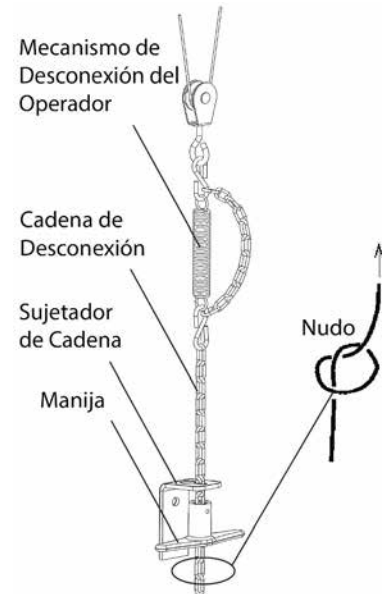

Figura 11 - Cadena de desconexión
4. Conectar la cadena de desconexión al gancho situado en la extremidad del mecanismo de desconexión del operador, ver Figura 11.